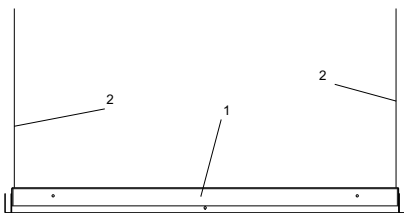

Рисунок 4
4.2.4 Встраиваемый монтаж производить в потолки типа «Грильято» для светильника ДВО 2001D, ДВО 2101D (см. рисунок 4). Светодиодную панель (1) установить в ячейку 590×590 потолка типа «Грильято» как показано на рисунке 3, подвесить светильник к несущему потолку крепёжными элементами (2). Крепёжные элементы (2) в комплект поставки светодиодной панели не входят.